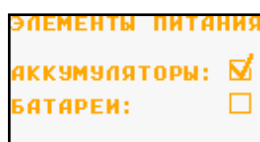

Рисунок 54 – Кадр пункта меню «ЭЛЕМЕНТЫ ПИТАНИЯ»
6.4.11.4 Пункт меню «ЭЛЕМЕНТЫ ПИТАНИЯ» (рисунок 54) предназначен для выбора типа элементов электропитания ВАФ. Правильное указание типа элементов электропитания позволяет корректно отображать уровень оставшегося заряда, а для аккумуляторов – разрешение режима заряда.